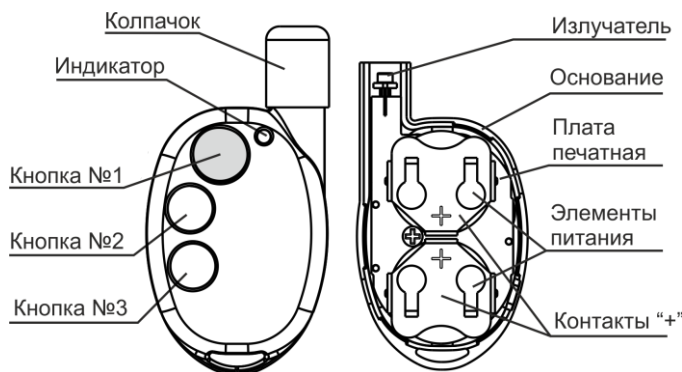

Рисунок 2
4.1 Конструктивно пульт выполнен в виде брелока, состоящего из крышки (лицевая сторона) и основания (рисунок 2).